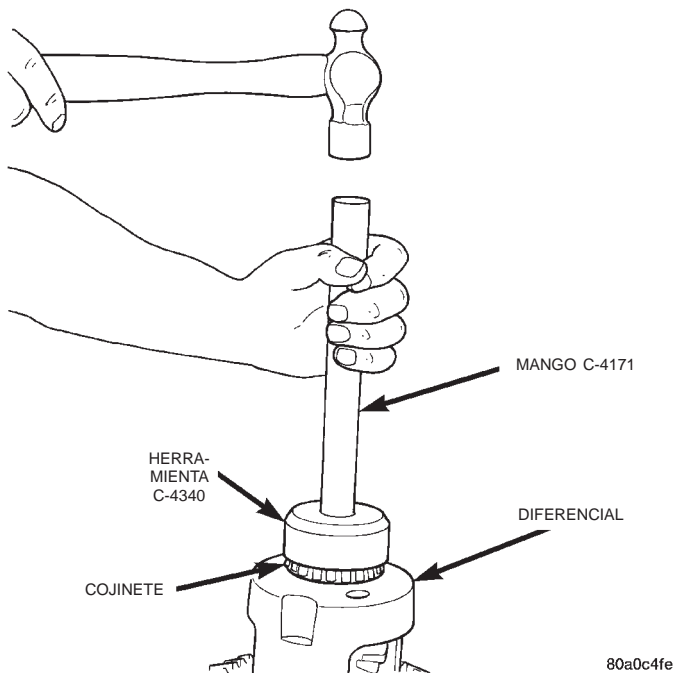

Fig. 41 Instalación del cojinete lateral del diferencial
(2) Con el instalador C-4340 y el mango C-4171, instale el cojinete lateral del diferencial (Fig. 41).